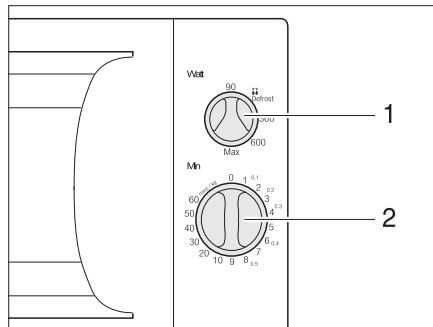

Fig. 237 Elementos de mando del horno microondas
- Seleccionar la potencia con el regulador giratorio (Fig. 237,1).
- Seleccionar el tiempo de cocinado con el regulador giratorio (Fig. 237,2). Comienza el proceso de cocinado.